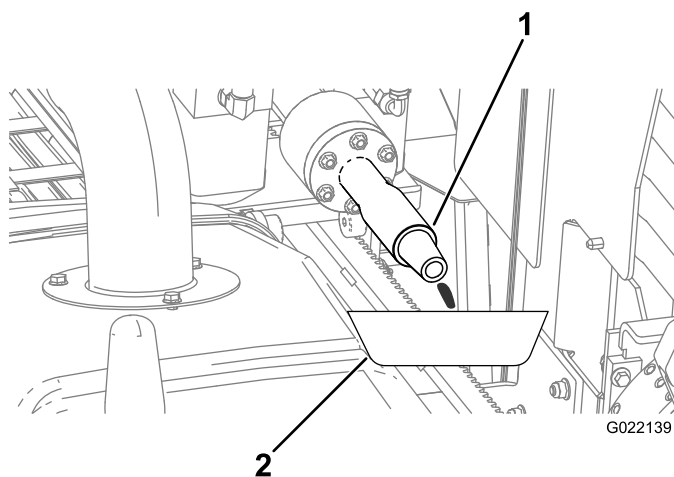

Figura 124
- A. Coloque un recipiente debajo del husillo de perforación para el anticongelante sobrante (Figura 124).
E. Cuando salga anticongelante del husillo de perforación (Figura 124), apague la bomba.